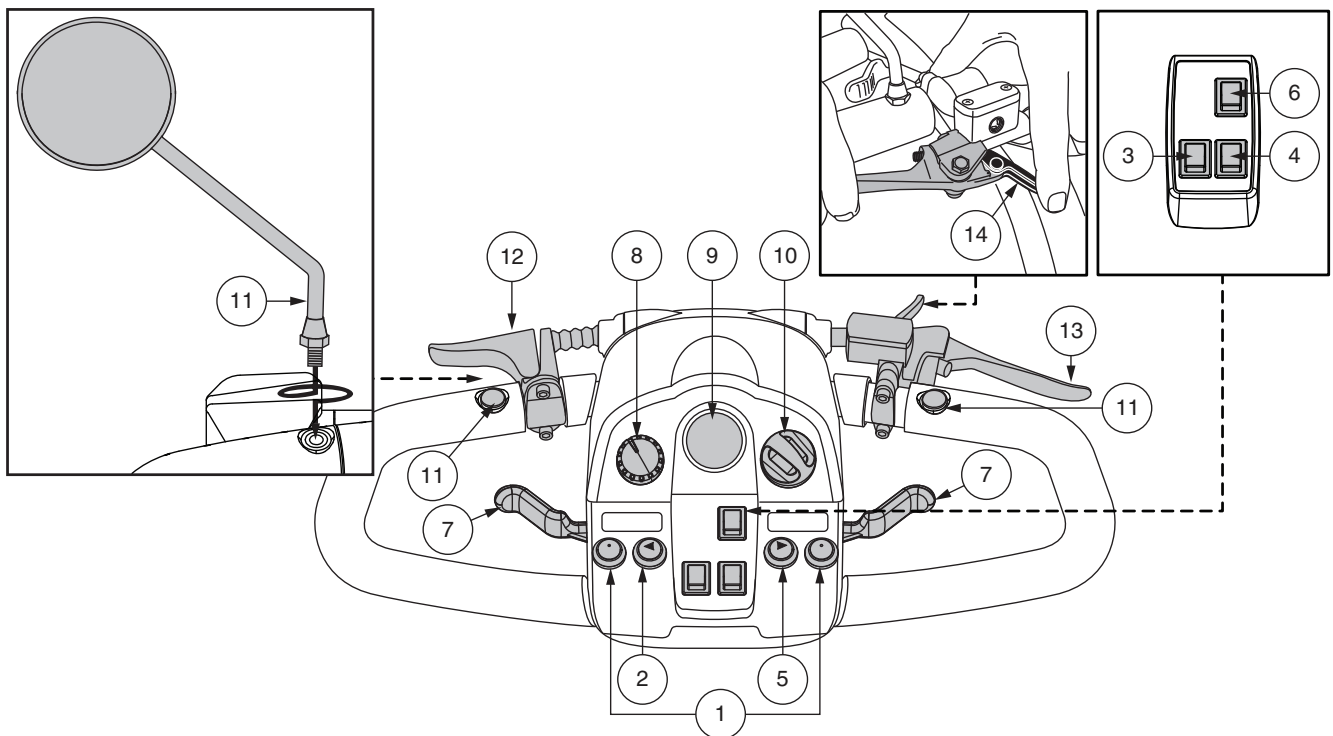

Figura 1. Consola del manillar - Estilo A
Su scooter está equipado con una palanca de freno de mano que se encuentra en el mango del timón. **Consulte la figura 1.** Esta palanca le proporciona potencia de frenado adicional. El freno de mano es manual y funciona independientemente del sistema de frenado regenerativo de su scooter, que se activa durante el funcionamiento del scooter al soltar la palanca de control del acelerador.
**NOTE:** *Si su freno de mano está equipado con una función de bloqueo como se muestra en la figura 1, puede activar la función de bloqueo del freno apretando la palanca del freno de mano y girando o empujando la palanca de bloqueo para activar el bloqueo. Para liberar el bloqueo del freno de mano, apriete completamente la palanca del freno de mano. Consulte la figura 1.*